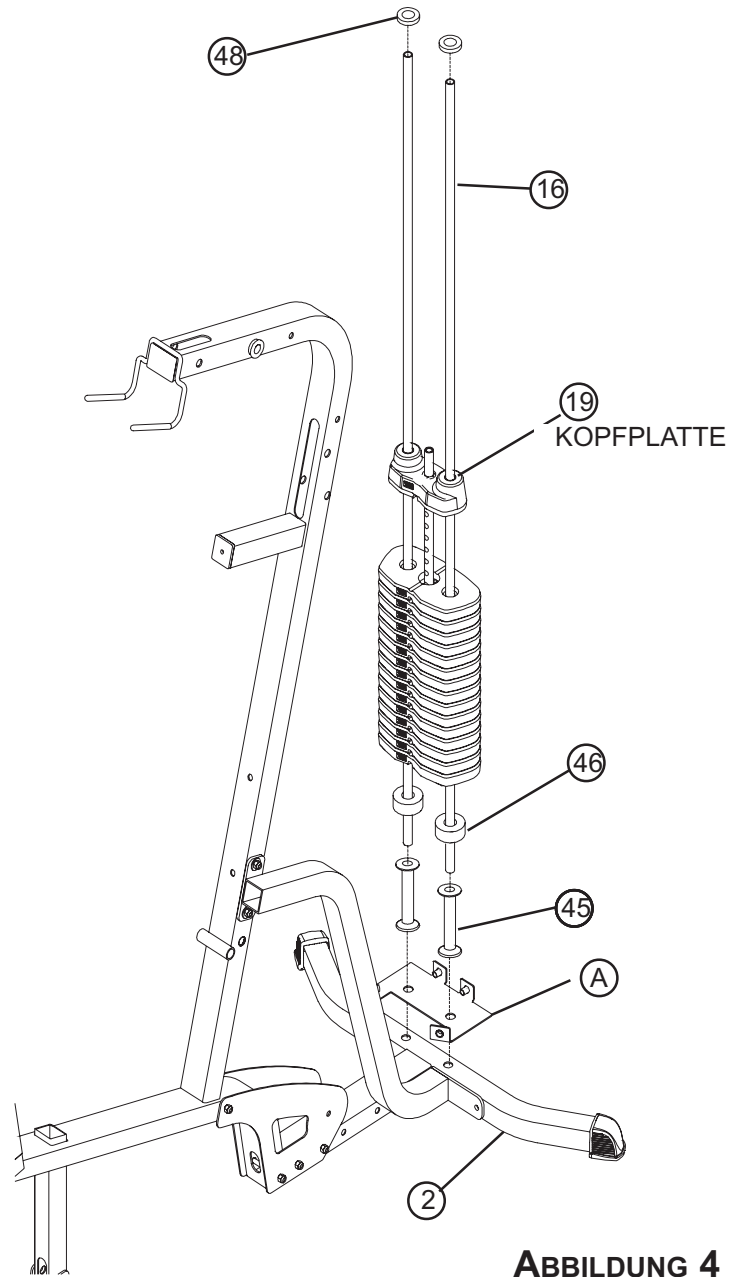

ABBILDUNG 4
- Die beiden FÜHRUNGSSTANGEN (16) durch die UNTERE VERKLEIDUNGSHALTERUNG (A) (IM KARTON DES VERKLEIDUNGSKITS) in den SOCKEL (2) setzen (siehe ABBILDUNG 4).